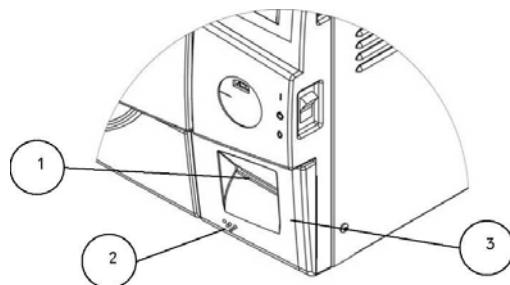

Рис. 2
1. Откройте дверцу крышки принтера, потянув ее внизу слева (смотрите Рис. 2)
2. Откройте дверцу крышки принтера (3) потянув ее за левый нижний угол (2)
8. Закройте дверцу крышки принтера (3) нажатием в углу (2) с верхним концом бумаги, выходящим из гнезда (1). См. рис. 2